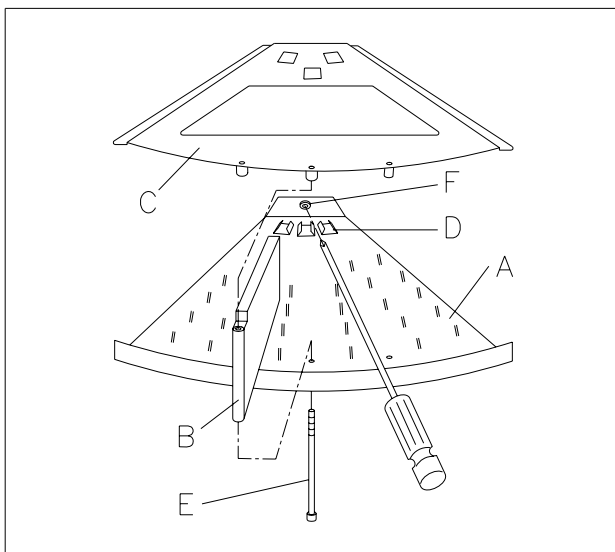

FIG. 10
- 2) Desenganchar de la columna el sector que debe ser modificado, enroscando la ref. F FIG. 10 un cuarto de giro.
- 3) Introducir el tabique divisor ref. B FIG. 10 en la sede ref. D FIG. 10 del sector Ref. A.
- 4) Enganchar al tabique el sector superior ref. C FIG. 10.
- 5) Agregar el espárrago ref. E FIG. 10 y atornillar el sector superior.